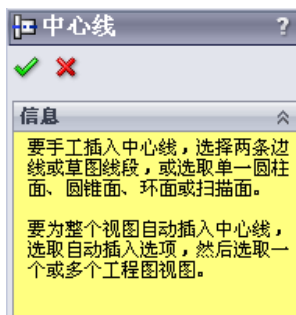

图 6.14.11 “中心线”对话框
Step1. 选择命令。选择下拉菜单 **插入(I)**  **注解(A)**  **中心线(C)...** 命令，系统弹出图 6.14.11 所示的“中心线”对话框。